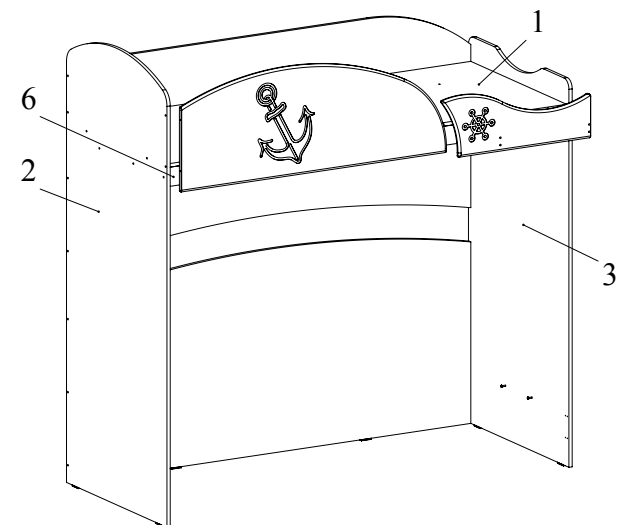
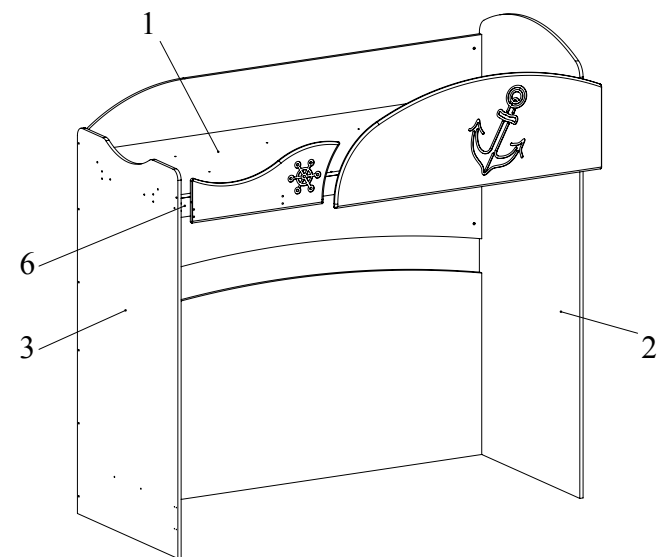

Рис.9 - Исполнение слева
Рис.10 - Исполнение справа
8. Установить МДФ-фасады, прикрепить их ко дну 1 и зафиксировать, повернув конфирматным ключом головки минификсов по часовой стрелке до упора; прикрепить конфирматами 7х50 к боковинам 2, 3 (Рис.9, в зеркальном исполнении - Рис.10). Шурупами 4х25 скрепить царгу 6 и фасады.